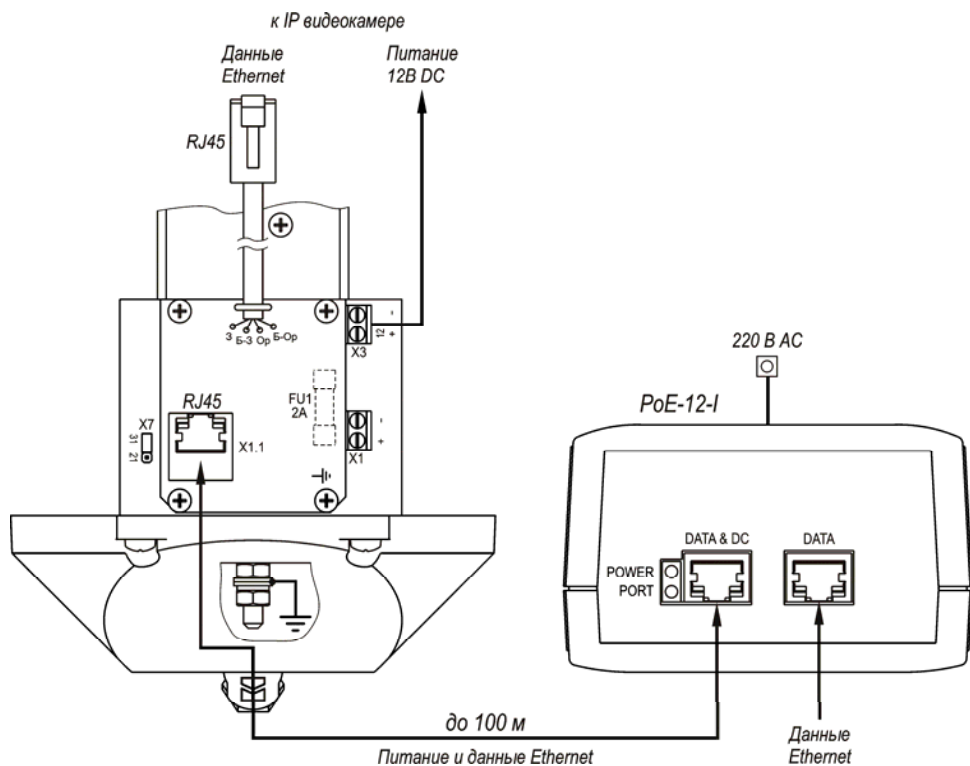

Рис.4 Схема подключения IP-видеоканеры
1. Кронштейн ТГБ-3 для крепления IP-видеокамеры ТВК-91 PoE на опоры $\varnothing 115 \div 135$ мм (другой размер – под заказ). Монтаж кронштейна см. рис.4.
5. При необходимости изменить мощность обогрева гермобокса, выкрутить 4 винта крепления задней крышки гермобокса, выдвинуть модуль видеоканеры из кожуха и установить джампер X7 в нужное положение (рис.4). Установить модуль видеоканеры обратно в кожух. Закрутить 4 винта крепления задней крышки.
* Предприятием изготовителем джампер X7 установлен в положение «31» - мощность обогрева 31 Вт, для изменения мощности на 21 Вт джампер X7 необходимо переставить в положение «21» (см. рис.4).
Через разъем «Data» (см. рис.4) осуществляется обмен данными по сети Ethernet.